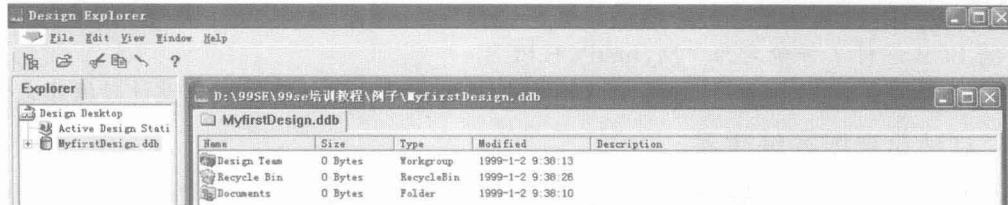

图 1-15 新建的设计数据库文件
5. 单击【保存(S)】按钮，回到新建设计数据库对话框，确认各项设置无误后，单击【OK】按钮创建一个新的设计数据库文件，结果如图 1-15 所示。
- 双击图 1-15 中的 **Documents** 图标，打开该文件夹，将新建的原理图设计文件放置在该文件夹下。